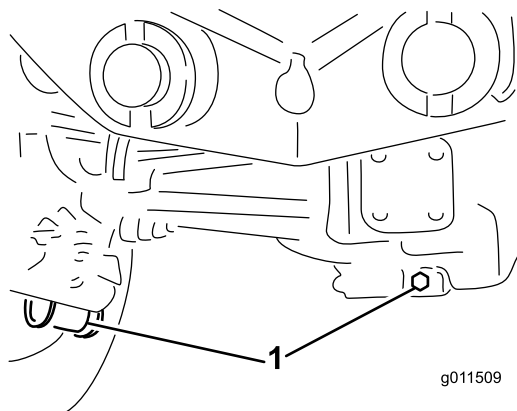

Bild 63
2. Reinigen Sie den Bereich um die drei Ablassschrauben, d. h. jeweils eine an beiden Enden und eine in der Mitte (**Bild 63**).